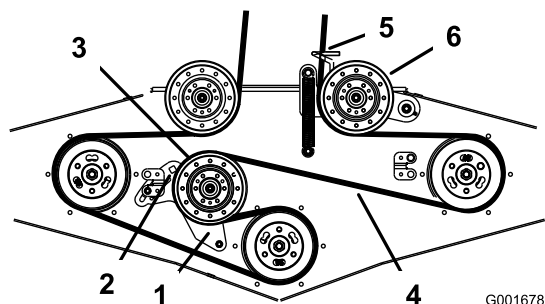

Figura 51
4. Afloje el brazo de la polea tensora fija y ajústelo para aliviar la tensión de la correa sobre la polea tensora fija (Figura 51).
6. Instale la correa nueva a través de la guía de la correa y alrededor de las poleas (Figura 51).